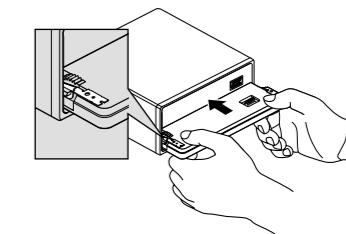

Fig. 11
**2. Remettez la face avant en place sur l'appareil. (Fig. 11)**